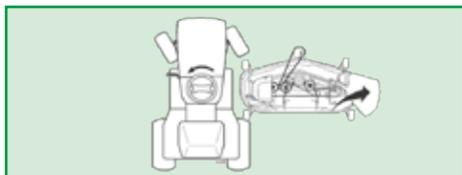

Figura 4
1. Posicione la plataforma de corte del lado derecho del tractor y gire el volante totalmente a la izquierda para facilitar el montaje, conforme Figura 4;